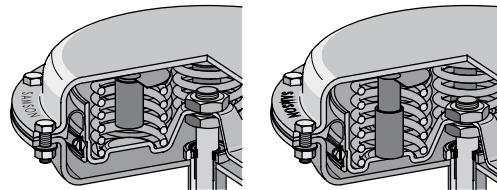

Bild 5 · Fire-Lock Ausführung, rechts in Sicherheitsstellung
**Typ 3277 · Pneumatischer Stellantrieb in Fire-Lock Ausführung** (Bild 5) · Sicherheitsstellung im Brandfall, wirksame Membranflächen von 240, 350 und 700 cm2.
**Fire-Lock Ausführung** (Bild 5): Im Brandfall wird das Ventil durch die im Antrieb eingebauten Expansionspatronen in seine Sicherheitsstellung gebracht und gehalten.